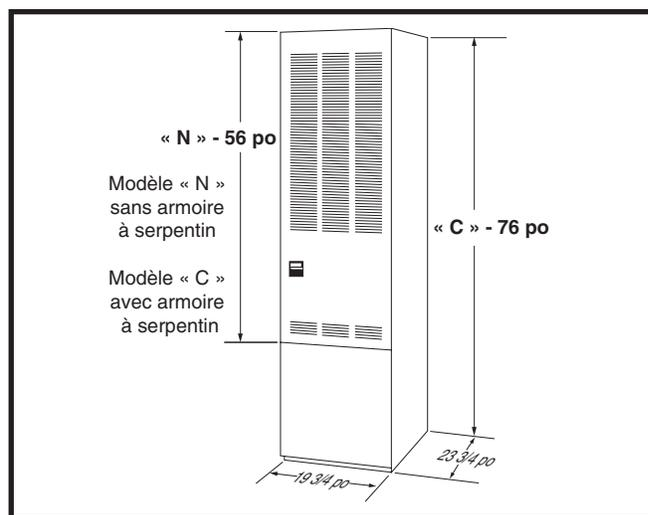

Figure 4. Dimensions totales
- Les dimensions de la pièce ou de l'alcôve doivent convenir à la taille complète des dégagements de la fournaise et de l'installation spécifiés dans le Tableau 1 et dans la Figure 4 \(page 5\).